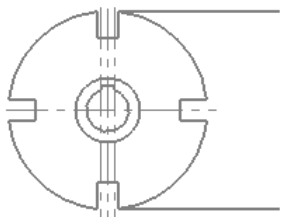
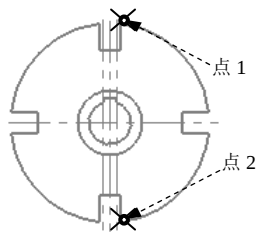
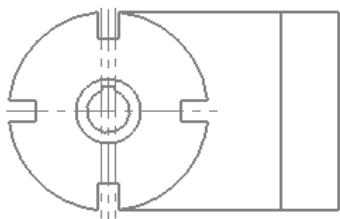
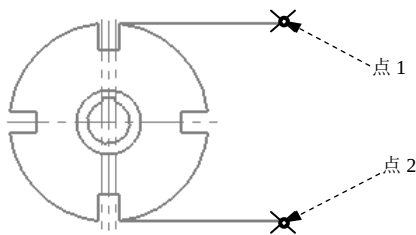

图 3.15.25 绘制直线
图 3.15.26 定义直线的起始点
图 3.15.27 绘制矩形
图 3.15.28 定义矩形的顶点
Step1. 绘制图 3.15.25 所示的两条直线。
(1) 选择命令。选择下拉菜单 **绘图(C)** → **线(L)** → **绘制任意线(E)...** 命令，系统弹出“直线”工具栏。
(2) 绘制直线。
① 绘制直线 1。单击按钮使其处于弹起状态；在绘图区选取图 3.15.26 所示的点 1 为第一条直线的起点，然后在“直线”工具栏的文本框中输入值 150，按 Enter 键确认；在文本框中输入值 0，按 Enter 键确认，然后按单击键。
② 绘制直线 2。在绘图区选取图 3.15.26 所示的点 2 为第一条直线的起点，然后在“直线”工具栏的文本框中输入值 150，按 Enter 键确认；在文本框中输入值 0，按 Enter 键确认。
(3) 单击按钮，完成直线的绘制。
Step2. 绘制图 3.15.27 所示的矩形。
(1) 选择命令。选择下拉菜单 **绘图(C)**  **矩形(R)...** 命令，系统弹出“矩形”工具栏。
(2) 绘制矩形。在绘图区选取图 3.15.28 所示的点 1 为矩形的一个顶点，然后在“矩形”工具栏的文本框中输入值 53，按 Enter 键确认；在绘图区选取图 3.15.28 所示的点 2 为矩形的另一个顶点。